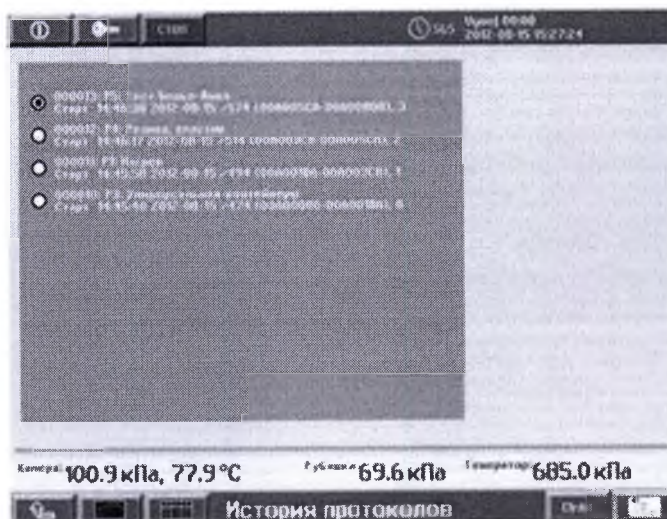

Рисунок 45 Дополнительный комментарий
- Нажмите кнопки режима меню «История протоколов» рисунок 45.